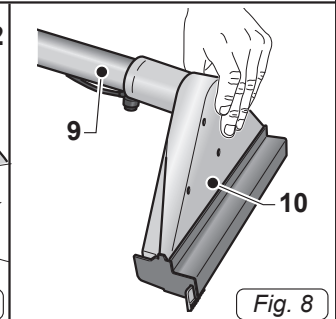

Fig. 8
- Вставьте в трубе (9 Рис. 8) насадка для пола (10 Рис. 8).